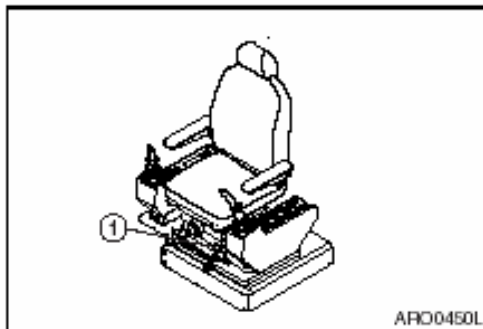

Figura 19
3. Baje Desbloquee la palanca de seguridad (Figura 19).